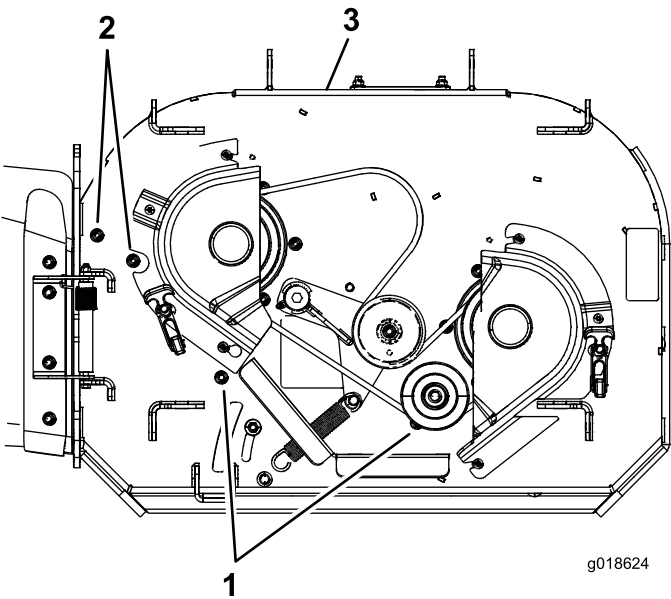

Figura 4
4. Togliete i bulloni e i dadi flangiati che tengono in posizione il deflettore di scarico (Figura 3 o Figura 4). Montate i dadi e i bulloni per coprire i fori dopo aver tolto il deflettore.